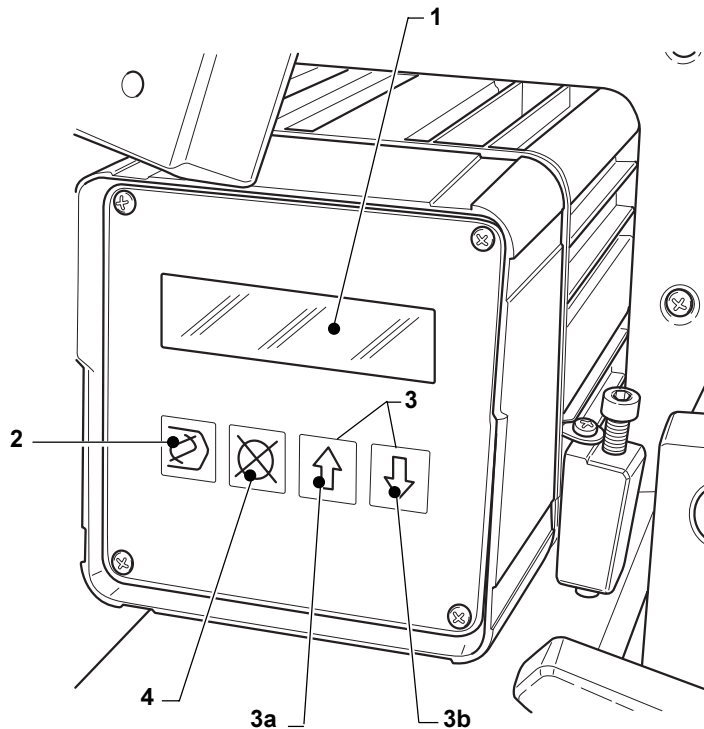

Fig. 3
- Die Position der festen Platte (1) so einstellen, daß das Papier in der gewünschten Position im Verhältnis zu den Rollen und zur Verteilungseinheit ist. Nach der Einstellung die davor gelockerte Schraube wieder anziehen.
- Die Führungsringe (2) durch Lockern der Stifte (3) zu den Enden der Rollen bringen, dann die Stifte (3) wieder anziehen.
- Eventuell durch Lockern der Blockierstifte (5) auf die Kontrastrolle (4) einwirken; nach der Einstellung die Stifte erneut festziehen. Die Rolle (4) auf das Etikett zentrieren.
2.3 PANNELLO COMANDI DISP02 (Fig.3)
- **DISPLAY (1)**
2.3 DISP 02 CONTROL PANEL (Fig.3)
2.3 PANNEAU DE COMMANDE DISP 02 (FIG. 3)
- **AFFICHEUR (1)**
2.3 SCHALTPULT DISP 02 (ABB. 3)